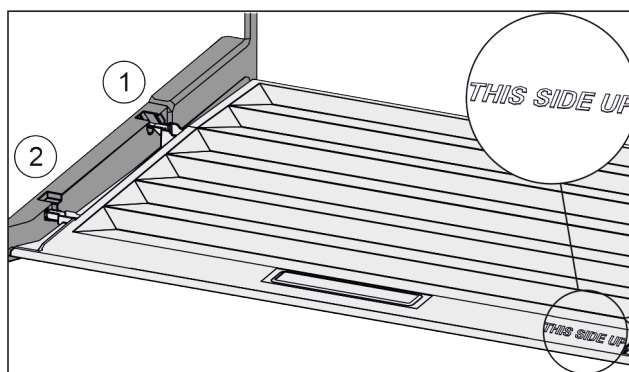

Fig. 115
- ▶ Robova predala vstavite nad odprtino zadnjega držala Fig. 115 (1), spredaj pa ju zataknete v držalo Fig. 115 (2).